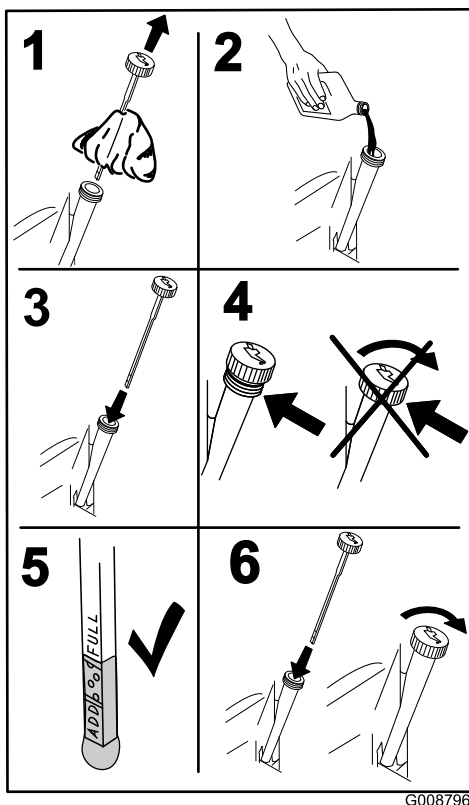

Figura 40
4. Togliete l'asta di livello ed asciugatela con un panno pulito (Figura 40).